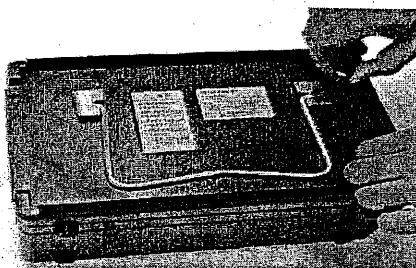

図 4.3.1 電池カバーの外し方
UI-23 本体の電池カバーを図 4.3.1に示すように、止めている2個のローレットつまみを右に回して、この電池カバーを開けます。
- ① この二次電池を0°C付近で使用すると、使用時間が著しく短くなりますので、使用環境にご注意下さい。
- ② UI-23本体の電池カバーを4.3.1で説明した方法に従って開けて下さい。
- ③ 充電した二次電池を4.3.1で説明した方法に従ってUI-23本体に入れて、電池の出力コネクタをUI-23本体の電池コネクタにカチッという音が聞こえるまで押し込んで下さい。
- ④ UI-23本体前面の電源キーを押して、このキーの上のパイロット・ランプが点灯することを確かめて下さい。
- ⑤ 電源キーを1秒以上押して下さい。約5秒後にブルーバック画面が出てきますので、その間お待ち下さい。もし、異常（焦げ臭い匂い、煙、異音等）が感じられた場合は、直ちに電源キーを押して電源をオフにして下さい。その後、UI-23の裏蓋を開けて、電池を取り出して下さい。
- ⑥ さらに約30秒後に探傷图形が主要探傷条件と共に表示されます。図4.3.1に示すように、この画面の右下に電源容量を示すバーグラフが表示されますので、容量を確認して下さい。電源容量を示すバーグラフは、[A]と[B]の二つがありますが、指示は、[A]、[B]及び[D C]の3種類があります。十分に充電された電池パックが2個装着されている場合は、[A]と[B]のバーグラフが緑色、電池パックが1個装着されている場合は、[A]又は[B]のバーグラフだけが緑色に表示されます。UI-23が電池を動作させている場合、このバーグラフは二次電池の残余の概略容量を表示します。この場合のバーグラフ表示の意味は、図4.3.4に示す通りです。